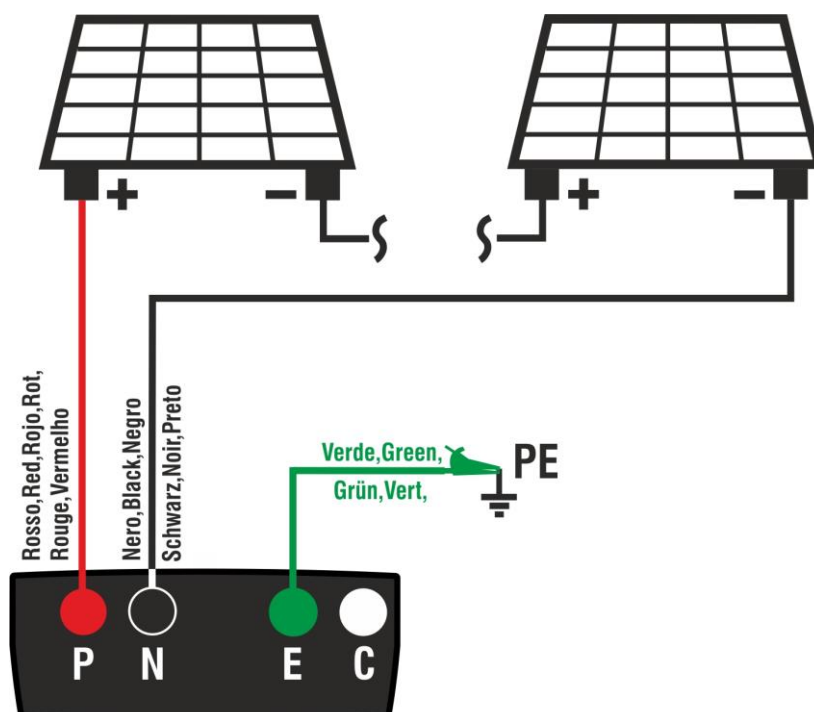

Fig. 9: Collegamento strumento per misura di isolamento in modo GFL
8. Collegare lo strumento alla stringa FV in prova come mostrato in Fig. 9. **Si ricorda che occorre sezionare anche eventuali scaricatori connessi ai cavi della stringa e che è consigliabile eseguire la misura a monte di eventuali diodi di blocco**